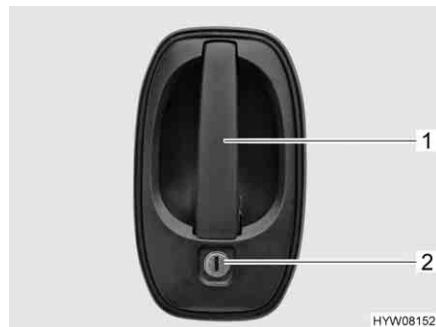

Fig. 34 Serratura porta di ingresso, esterno (con chiusura centralizzata)
- Inserire la chiave nel cilindro della serratura (Fig. 34,2) e ruotare fino a quando la serratura della porta si sblocca.
- Tirare la maniglia della porta (Fig. 34,1). La porta è aperta.
- Inserire la chiave nel cilindro della serratura (Fig. 34,2) e ruotare fino a quando la serratura della porta si blocca.